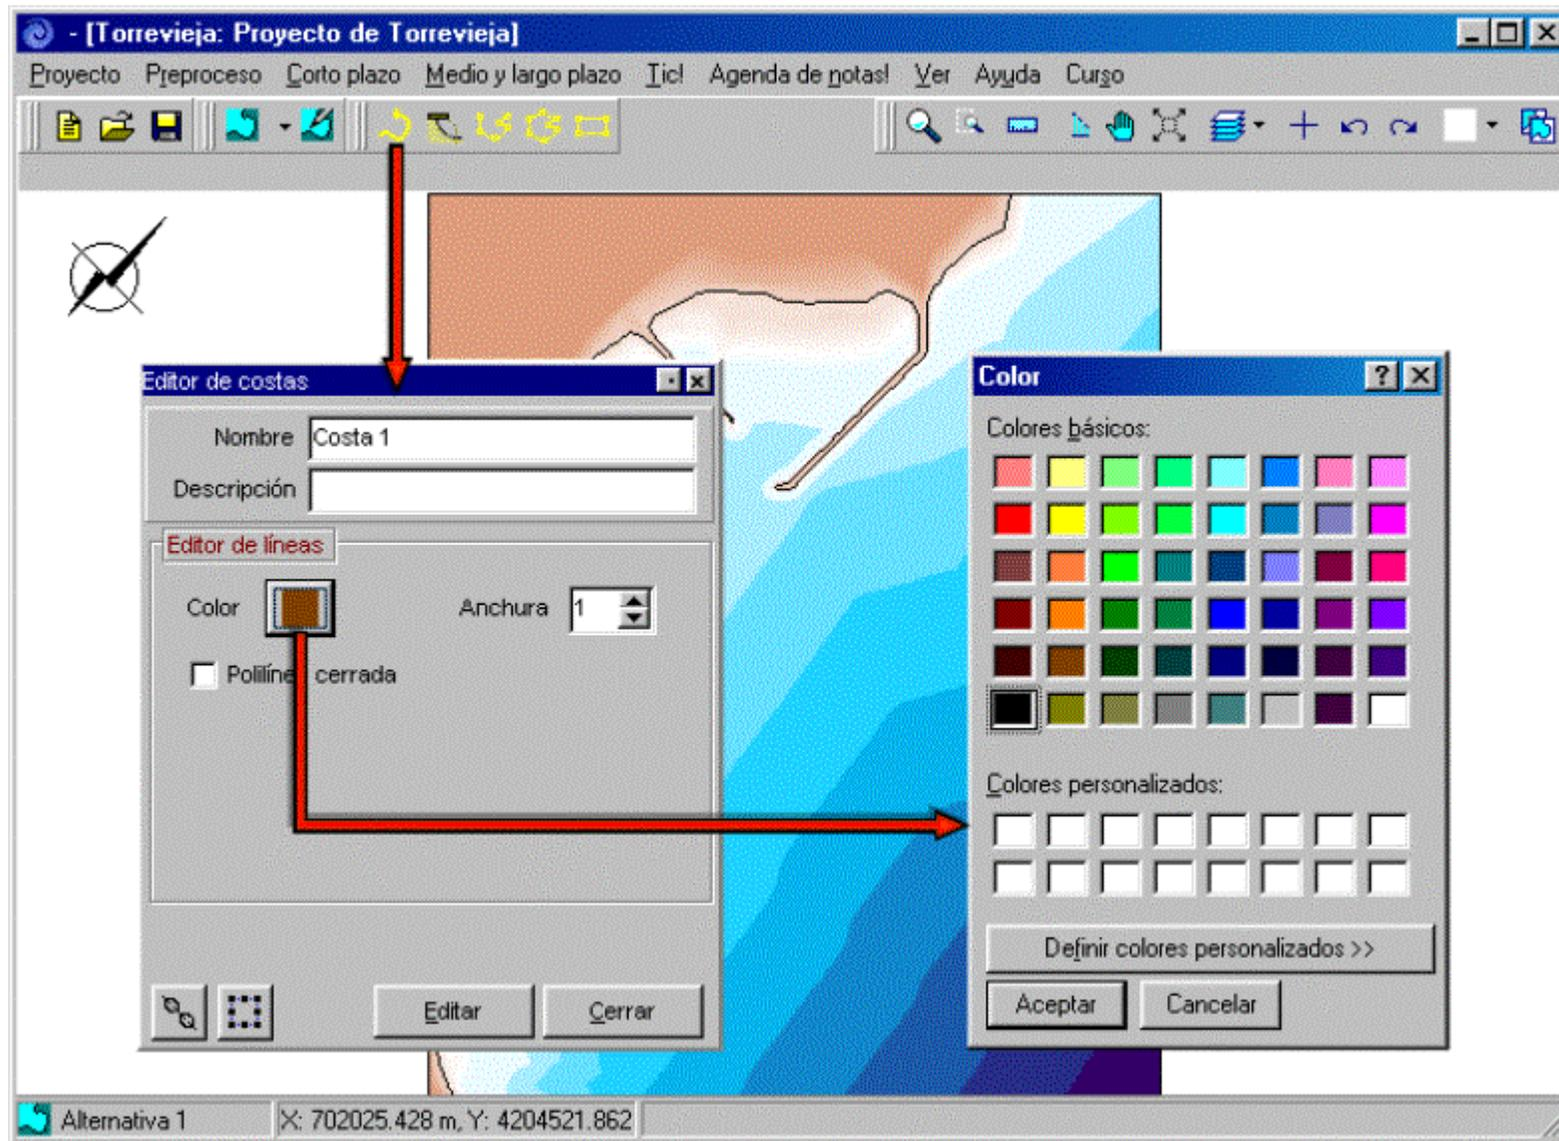

Figura 6.4. Editor de costas
Este editor permite acceder, modificar y guardar los atributos de una línea de costa. Se puede acceder de manera similar al editor de polígonos: (1) empleando los botones gráficos y (2) editando una línea de costa ya existente desde el editor del plano de trabajo. En la figura 6.4 se presenta un ejemplo de este editor, el cual se compone de las siguientes partes: